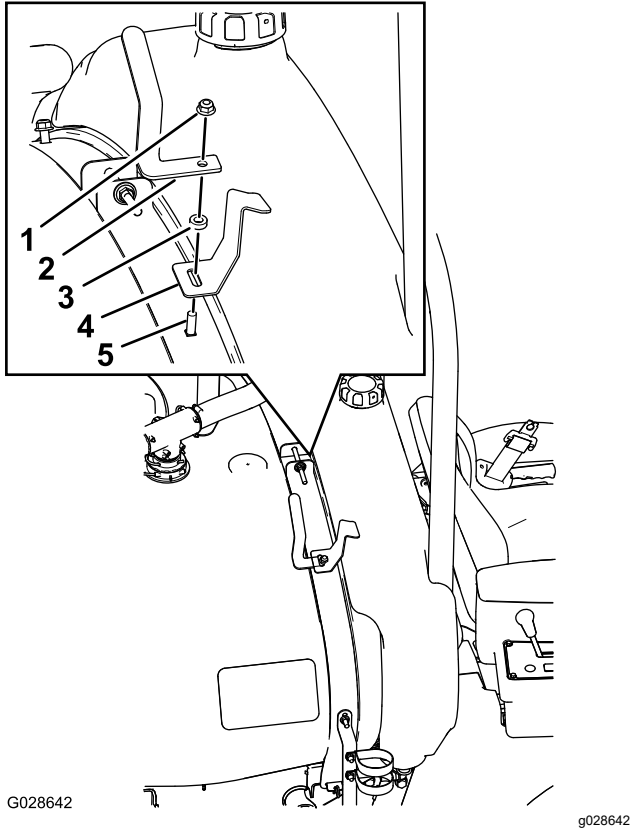

Figura 15
- Alinhe o suporte do tubo, espaçador (3/8 x 1/4 pol.) e o suporte do depósito direito no parafuso de carroçaria (3/8 x 1 pol.) no orifício superior interior da cinta dianteira direita (Figura 15).
8. Fixe o suporte do tubo, o espaçador e o suporte do depósito ao parafuso de carroçaria e à cinta (**Figura 15**) com uma porca de bloqueio flangeada (3/8 pol.).